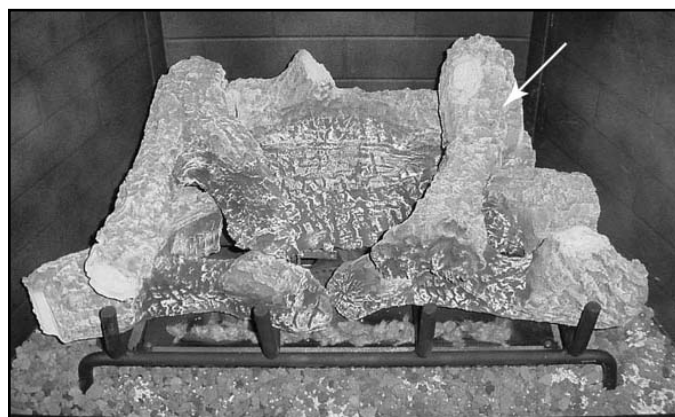

Figure 12.7 Placement de la bûche supérieure droite
- Installer la bûche supérieure droite comme montré à la figure 12.7 en utilisant les goupilles de positionnement pour poser la bûche correctement.